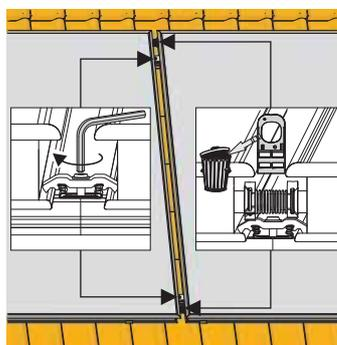

Figura 3-29 Sfilare il manicotto
9. Avvitare saldamente le piastrine di bloccaggio doppie (Figura 3-29).
10. Sfilare il manicotto (Figura 3-29).